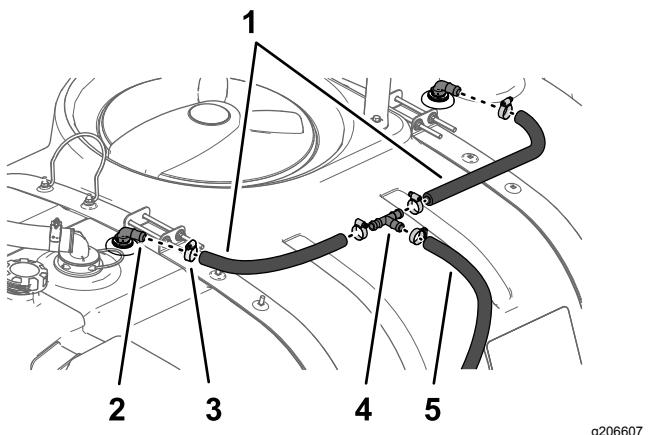

Рисунок 27
- Подсоедините 2 шланга размером 1,9 x 61 см и 2 шланговых хомута к каждому прямоугольному штуцеру на узлах промывочных сопл и затяните хомуты от руки (Рисунок 27).
- Установите, не затягивая, другие концы шлангов размером 1,9 x 61 см на тройник с помощью 2 шланговых хомутов, как показано на Рисунок 27.
- Установите шланги размером 1,9 x 180 см и шланговые хомуты на тройник, как показано на Рисунок 27.
- Наденьте шланг длиной 43,3 см в нижней части промывочного бака на внутренний штуцер типа «елочка» насоса промывочного бака с помощью шлангового хомута и затяните хомут от руки (Рисунок 27).